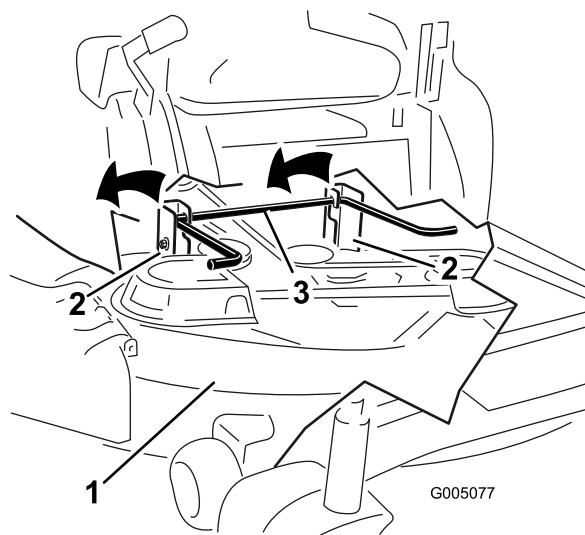

Figura 57
5. Alzate la parte posteriore del piatto di taglio e guidate i supporti di sospensione lungo l'asta di sollevamento posteriore (Figura 57).